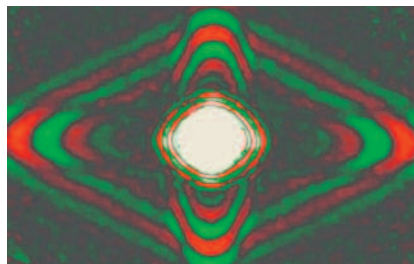

Bild 1: Darstellung des Wellenfelds
- Lamb-Wellen-Tests sind ein sehr anschauliches Tool für das grundlegende Verständnis der Physik der Wellenausbreitung, auch von Lamb-Wellen (Bild 1)